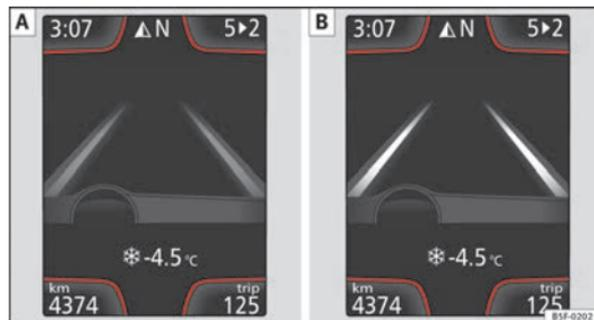

Fig. 141 Sur l'écran du tableau de bord : Indication sur l'écran de l'assistant de maintien de voie (exemple 1).
- L'assistant est activé, mais indisponible car la vitesse minimale n'a pas été atteinte ou car il ne reconnaît pas les lignes des voies ⇒ fig. 141 **A**.
- L'assistant est activé et disponible, il reconnaît les deux lignes de la voie. Il n'est pas en train de corriger la trajectoire ⇒ fig. 141 **B**.